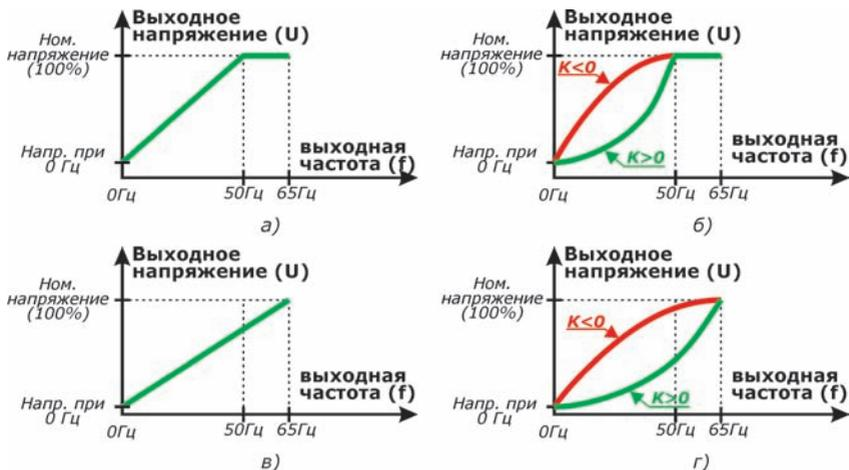

Рисунок 4.4 - Виды характеристики U/f:
- **линейная** - обеспечивается линейное соотношение между частотой и напряжением (см. рисунок 4.4 а, в). Характеристика используется в механизмах с постоянным моментом нагрузки на валу (т.е. не зависящим от скорости рабочего органа).
- **квадратичная** - напряжение двигателя изменяется по квадратичной зависимости по мере возрастания частоты от 0 Гц до номинальной частоты двигателя (см. рисунок 4.4 б, г). Характеристика используется в механизмах с моментом нагрузки, зависящим от скорости (насосы, вентиляторы).